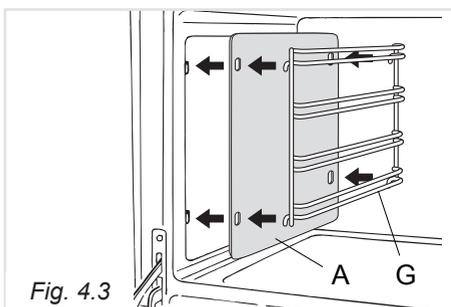

Fig. 4.3
- Agganciare i telai laterali "G" ai fori delle pareti laterali dell'interno del forno (Fig. 4.3).
- Nei modelli con pannelli autopulenti "A" di serie, agganciare i telai laterali interponendo i pannelli autopulenti (Fig. 4.3).